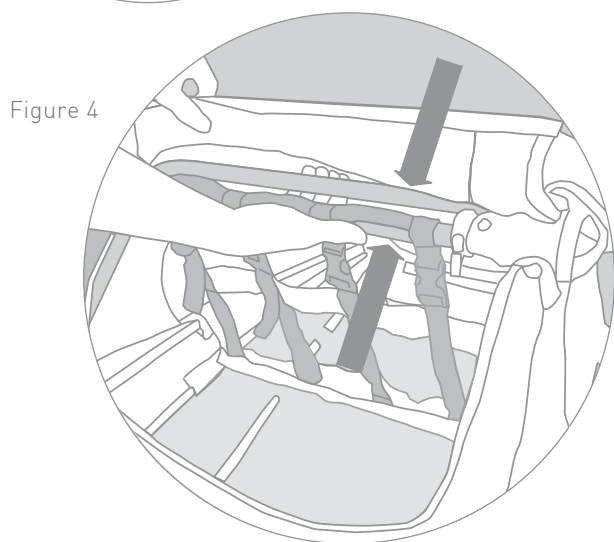

Figure 4
3. Squeeze frame tubes together to click securely in place (Figure 4).
2. Under cover (Figure 4), lift left and right red latches to release frame tubes.
3. Appuyez sur les tubes du cadre ensemble jusqu'à ce que vous entendiez un clic (Figure 4).
2. Sous le toit (Figure 4), levez les verrous rouges gauche et droit pour libérer les tubes du cadre.
3. Drücken Sie die Rahmenrohre zusammen, bis diese fest einrasten (Abbildung 4).
2. Heben Sie unterhalb der Abdeckung (Abbildung 4) die linke und rechte rote Lasche an, um die Rahmenrohre zu entriegeln.